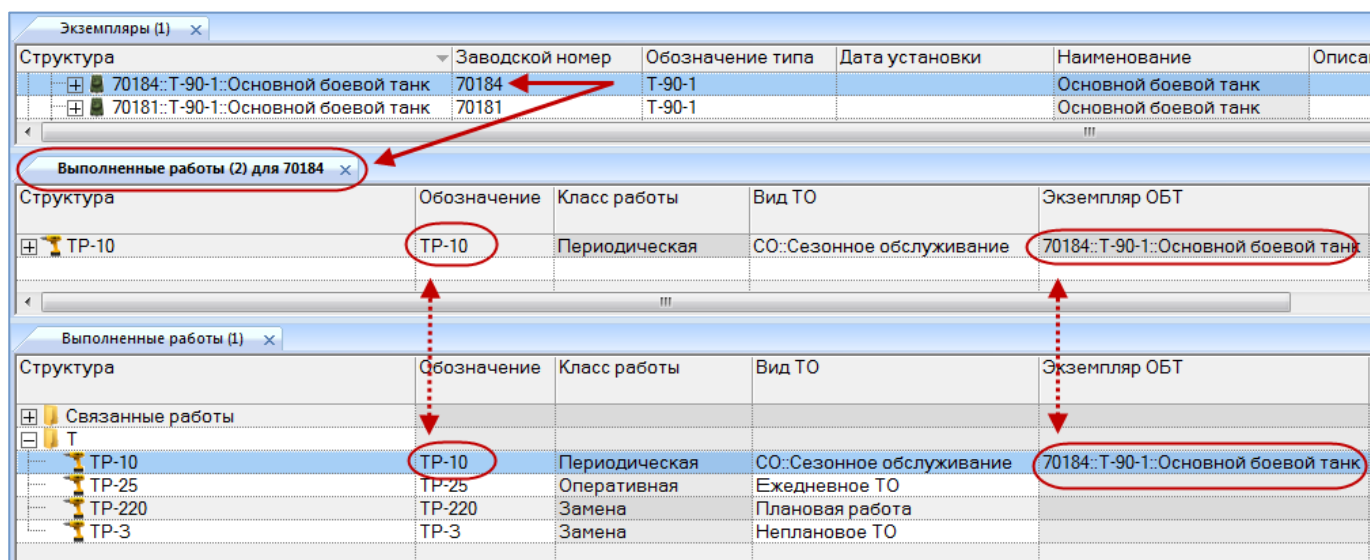

Рис. 27-7 – Связь выполненной работы и экземпляра ФИ
12) Связь работы с экземпляром установлена, наименование экземпляра отображается в столбце «Экземпляр ФИ», и наименование работы отображается в окне связанных объектов для выбранного экземпляра ФИ (рис. 27-7).